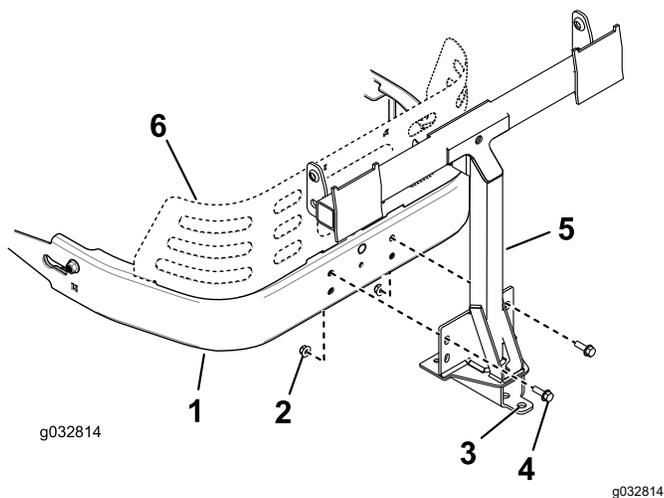

Figure 15
1. Montez le cadre de pivot sur le cadre de la machine comme montré à la Figure 15. Fixez le cadre de pivot au cadre de la machine avec 2 boulons (5/16 x 1 po) et 2 contre-écrous (5/16 po).